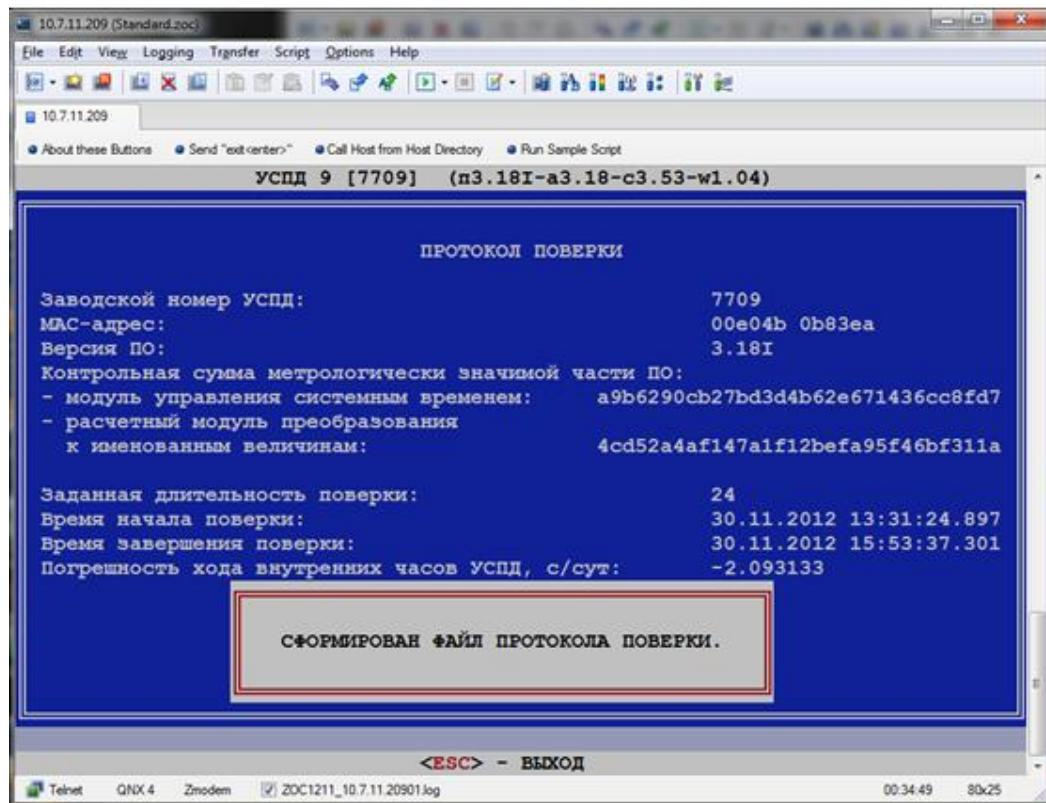

Рисунок 31
6.5.1.13. Проверка заканчивается либо по заданному времени, либо по пункту меню «завершить поверку» рисунок 31.